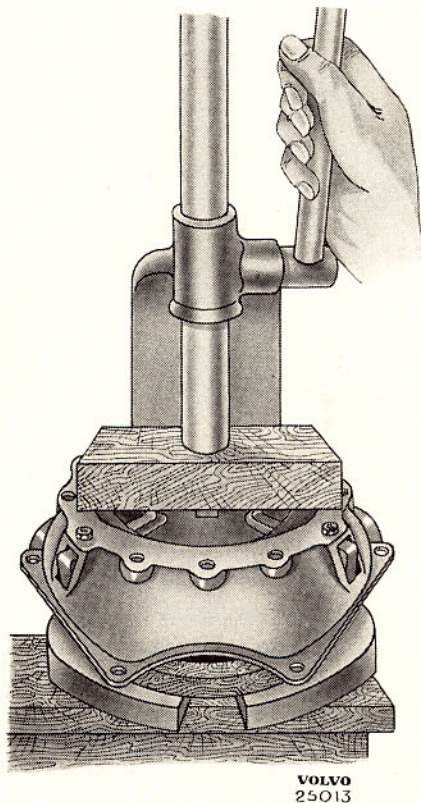

Bild 10. Isärtagning av koppling.
2. Placera kopplingen i en press med en träklots under tryckplattan (träklotsen göres lämpligen rund och ca 200 mm i diameter samt ca 40 mm tjock). Placera en träklots eller dylikt ovanpå kopplingen. Pressa ned kopplingsplåtkåpan ca 3 mm och lås fast pressen i detta läge, bild 10.
3. Skruva av de tre justermuttrarna (19) för kopplingshävararna.
1. Placera tryckplattan i en press på samma träklots som användes vid isärtagningen, bild 10.